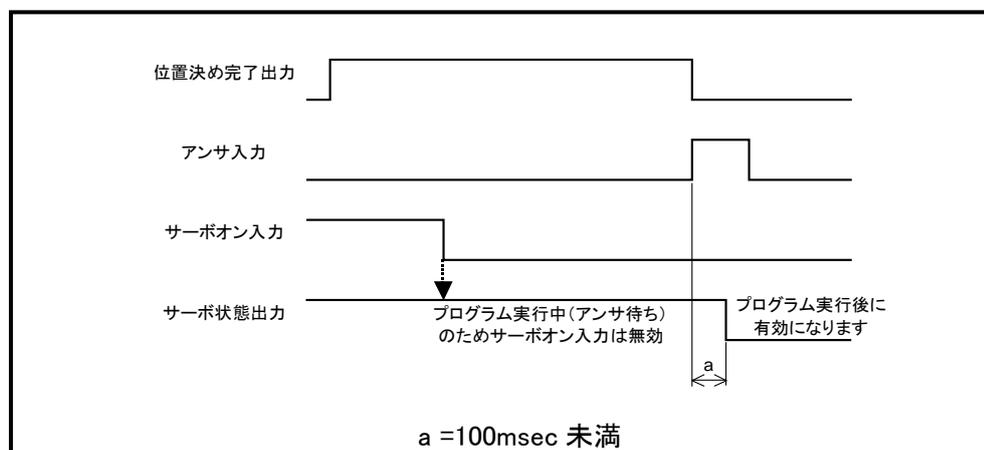

図 5.13 プログラム実行中のサーボオン入力
- プログラム実行中(旋回中、位置決め完了のアンサ待ち中など)に本信号を OFF(サーボオフ)した場合は、動作完了後サーボオフします。(図 5.13)
- (A)アラーム発生時、および非常停止入力中、サーボオン入力は無効となります。